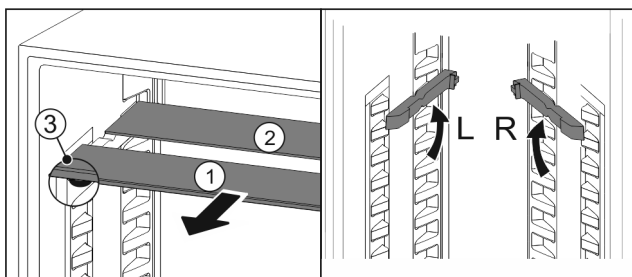

Fig. 27
- Vytiahnite sklené dosky jednotlivo dopredu Fig. 27 (1).
- ▷ Sklená doska Fig. 27 (1) s ozdobnou lištou leží vpredu.
- ▷ Zarážky Fig. 27 (3) ukazujú nadol.